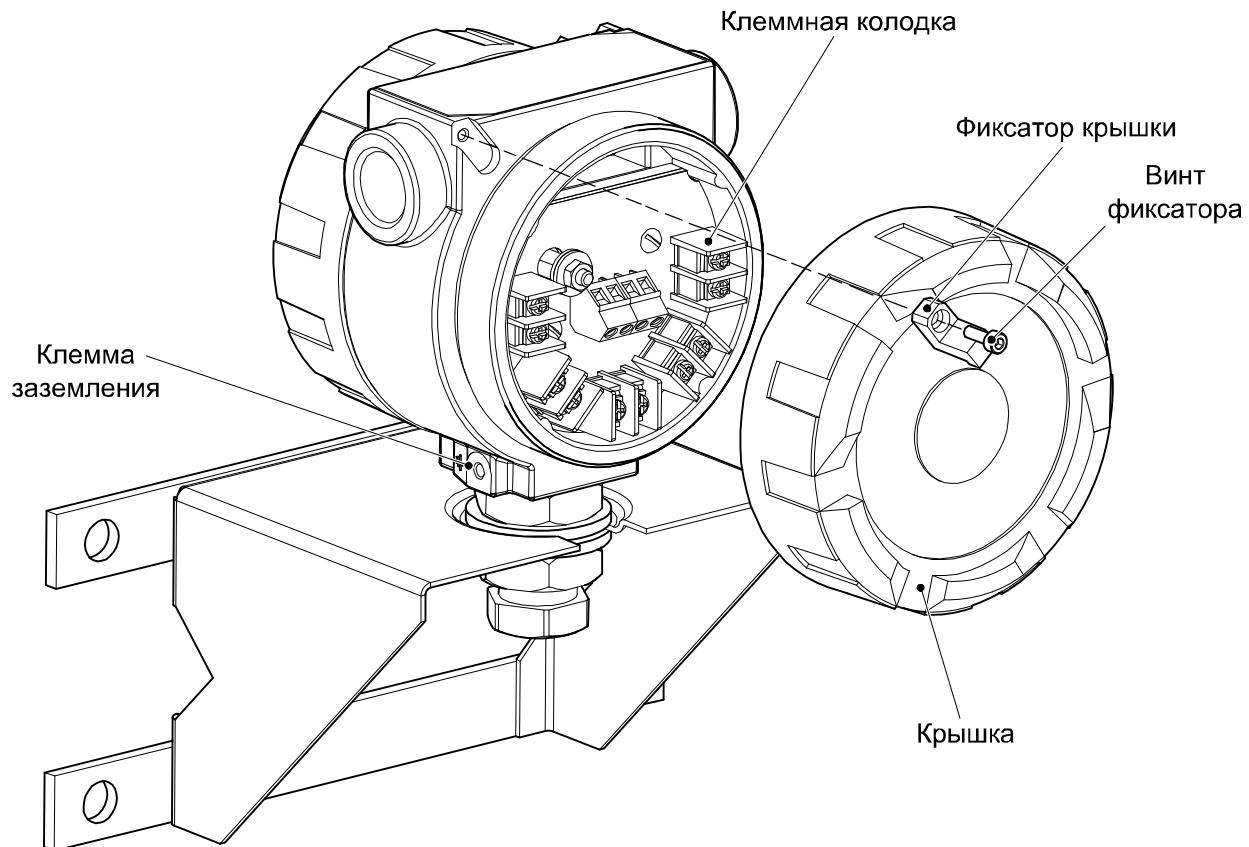

Рисунок 2.9 – Корпус измерительного модуля (исполнение по компоновке RS).
1) Открутите винт фиксатора крышки и снимите фиксатор (рисунок 2.8 для исполнения S; рисунок 2.5 для исполнений I, R; рисунок 2.9 для исполнения RS);
8) Если кабель помещен в металлический кабелепровод, присоедините провод заземления кабелепровода к клемме заземления на корпусе ИМ (рисунок 2.8 для исполнения S, рисунок 2.9 для исполнения RS).
14) Если кабель помещен в металлический кабелепровод, присоедините провод заземления кабелепровода к клемме заземления на корпусе ИМ (для исполнения RS – рисунок 2.9, для исполнения R – рисунок 2.5).
15) Поставьте на место крышку измерительного модуля и заверните до сжатия уплотнительного кольца (рисунок 2.8 для исполнения S; рисунок 2.5 для исполнений I, R; рисунок 2.9 для исполнения RS);